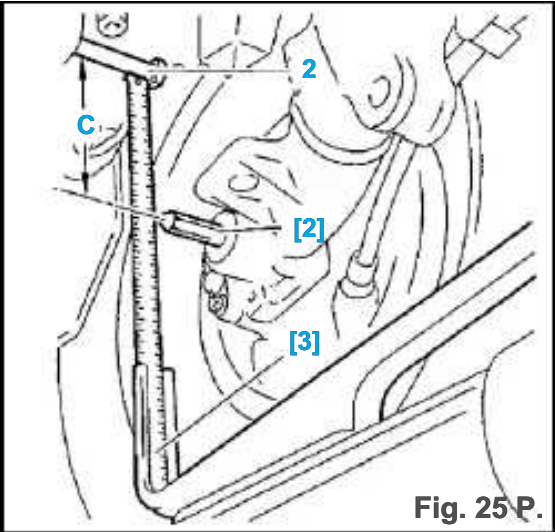

Fig. 25 P.
- La colocación del tornillo del amortiguador (**2**) Ø **12 mm**En el lugar (Fig. 25 Br).